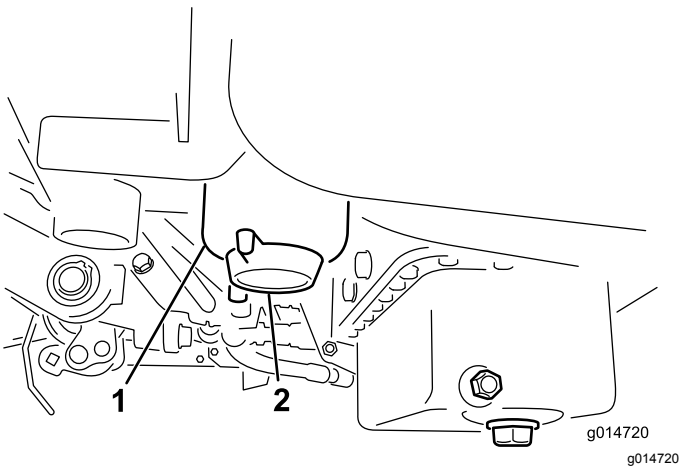

Figure 46
2. Nettoyez la surface autour des supports de la cartouche du filtre (Figure 46).
4. Ouvrez le robinet du filtre (Figure 46).